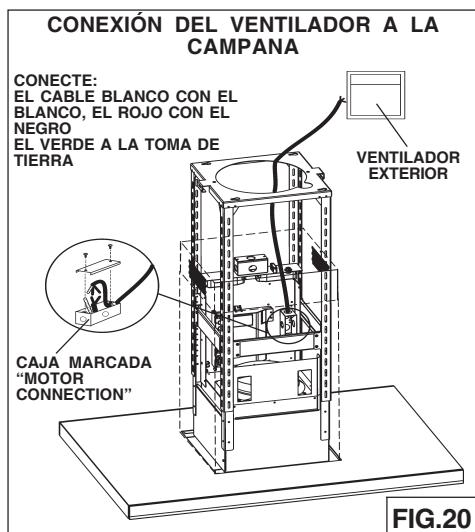

FIG.20
1. Pase un cable doble y una toma de tierra del ventilador exterior o "In-Line" hacia la caja de cables de la campana señalada "motor connection" (Fig.20)